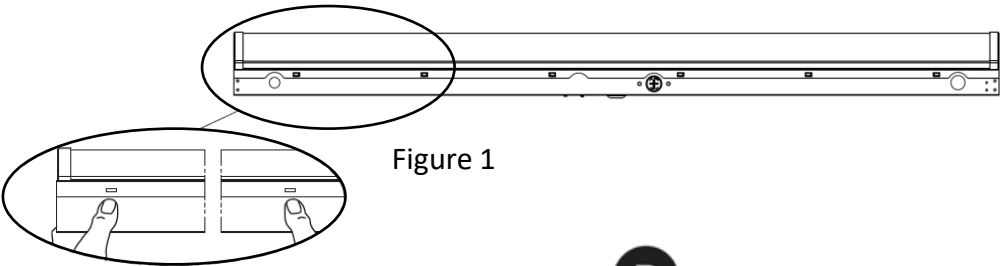

Figure 1
1. Ouvrez le luminaire en appuyant sur les côtés de la base du luminaire (A) vers l'intérieur, sous les emplacements des languettes le long du côté du luminaire. (fig.1).